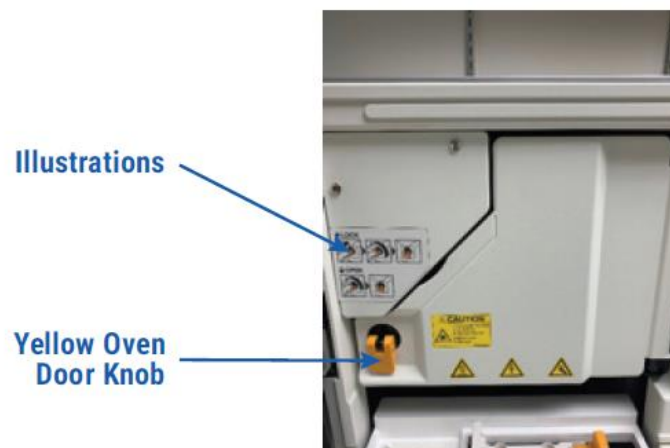

図 34 Spectrum Compact の黄色いオープンドアノブ
- オープンドアに示されている手順（図 34）に従って、ドアの左下にある黄色のノブを反時計回りに **180 度** 回して、オープンドアを開けてください。キャピラリーカートリッジの中央にある黄色のノブを持って使用済みのキャピラリーカートリッジを外してください。装置にセットされているキャピラリーカートリッジを保管する場合、キャピラリーカートリッジの取り外しと保管の手順に従ってください。（セクション 3.3）
10. オープンドアに示されている手順（図 34）に従って、ドアの左下にある黄色のノブを時計回りに **180 度** 回して、オープンドアを閉じてください。
6. 黄色のオープンドアのノブを反時計周りに 180 度回してオープンドア（図 34）を開けてください。